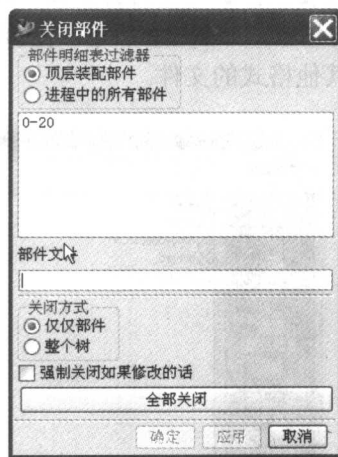

图 1-5 “关闭部件”对话框
- 所选的部件：选择该命令后，系统弹出“关闭部件”对话框，如图 1-5 所示。在该对话框中可以选择性地关闭已经打开的多个文件。如果所打开的文件已经进行了修改，但是没有保存，系统将会弹出如图 1-6 所示的对话框，如果单击【是】按钮，则不保存所做的修改，直接退出；如果单击【不】按钮，则不关闭该文件。